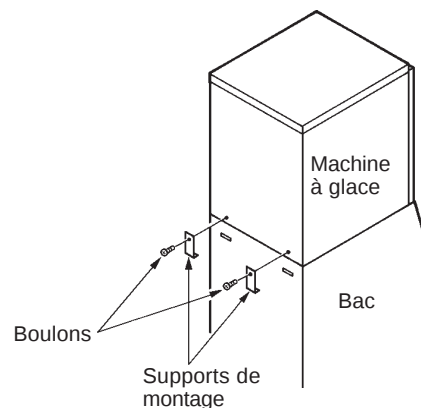

Fig. 4
- Fixer la machine à glace sur le bac de stockage au moyen des deux supports de fixation et des deux boulons fournis. Voir fig. 4.